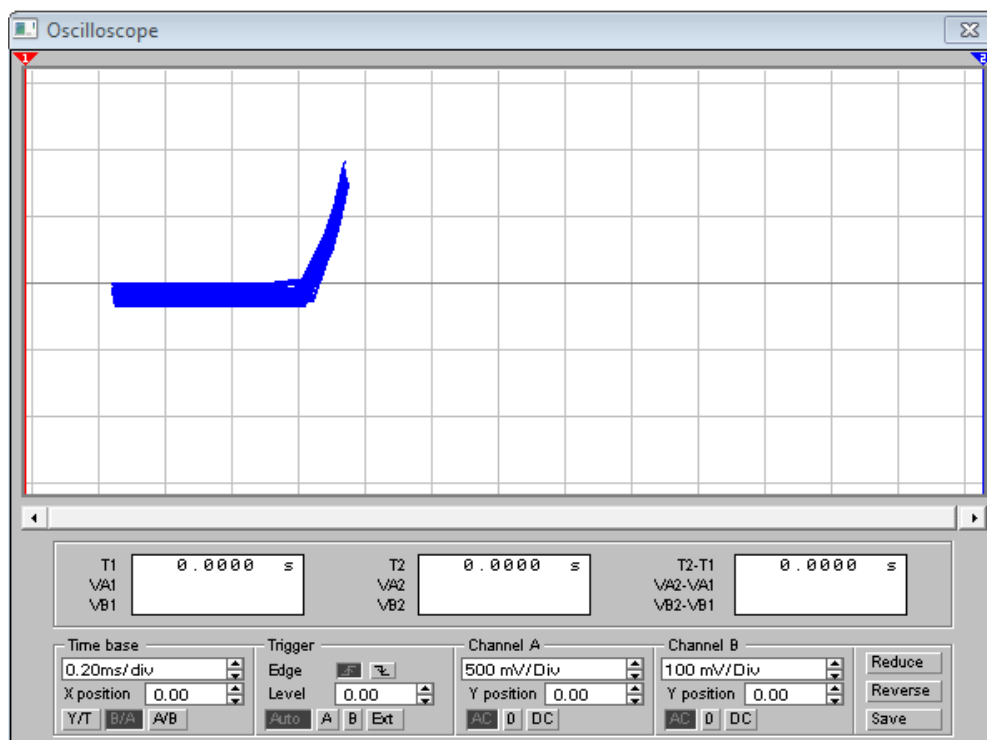

Рис. 3. ВАХ напівпровідникового діоду
4. При натисканні на кнопку «В/А» виводиться ВАХ напівпровідникового пристрою (рис. 3).